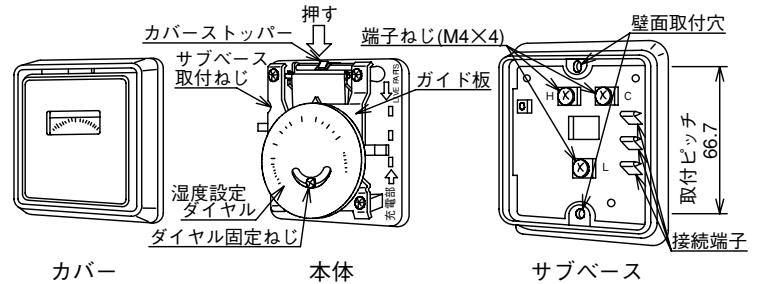

図1 AHS-C1090取付方法
取付、配線の際は、次の手順で行ってください。(図1参照)
- ・カバーstopperを図1白抜き矢印方向に押し、カバーを取り外します。